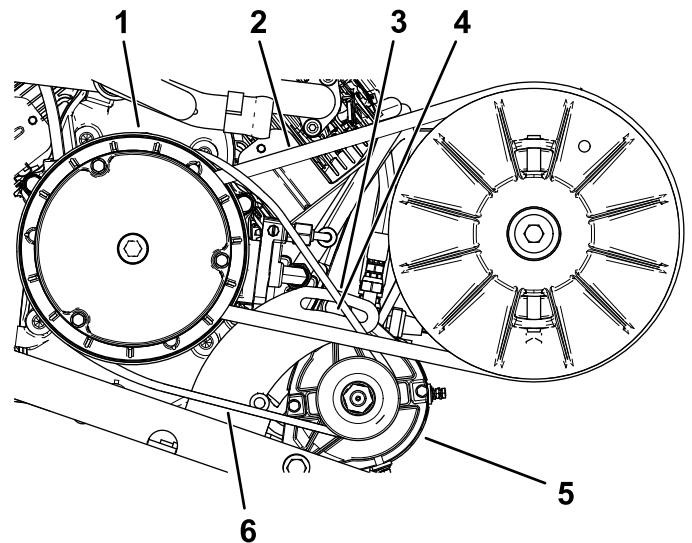

Figura 70
2. Desaperte a porca de articulação do gerador do motor de arranque (Figura 70).
4. Pressione o pino de cabra para rodar o motor de arranque na ranhura até a tensão da correia permitir apenas 6,4 mm de deflexão da correia com 44 N·m de força (Figura 70).
5. Aperte a porca de articulação e retire o pino de cabra (Figura 70).